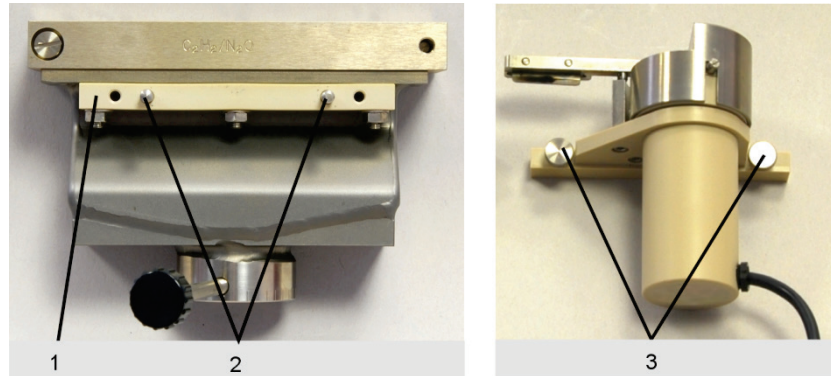

Bild 46 Befestigungsschiene am Brenner/Rändelschrauben am Scrapper
2. Befestigungsschiene (1 in Bild 46) mit Rändelschrauben (3 in Bild 46) vom Scraper abschrauben. Die Rändelschrauben sind unverlierbar und bleiben in ihrer Halterung im Scraper.
4. Scraper auf die Führungsstifte der Befestigungsschiene (2 in Bild 46) stecken und mit Rändelschrauben (3 in Bild 46) festschrauben.